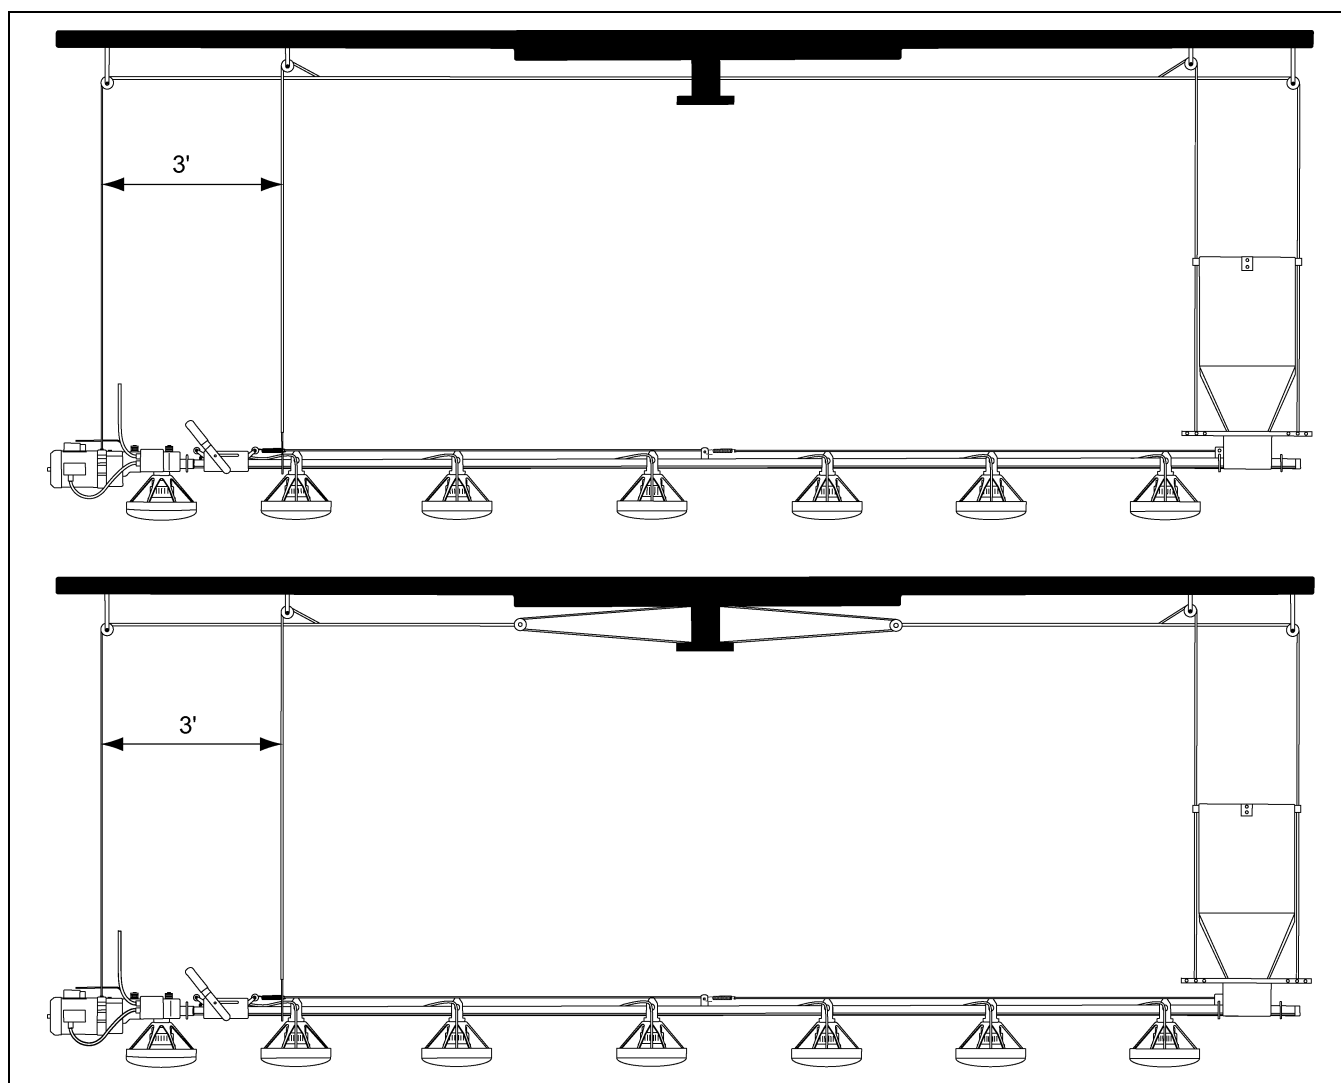

Рисунок 4BA
7. Для систем менее 360' (109,7 м) вытяните трос ворота 3/16" (0,476 см) на всю длину кормораздаточной линии, пропустив трос через отверстие на барабане ворота. Временно подсоедините трос к потолку с помощью гвоздей, скоб или какого-либо крепежа. Трос ворота не должен проходить через шкивы. (см. рисунок 4BA.)
8. Для систем длиной более 360' (109,7 м) установите трос с двухступенчатыми шкивами, как показано на Рисунок 4BA.